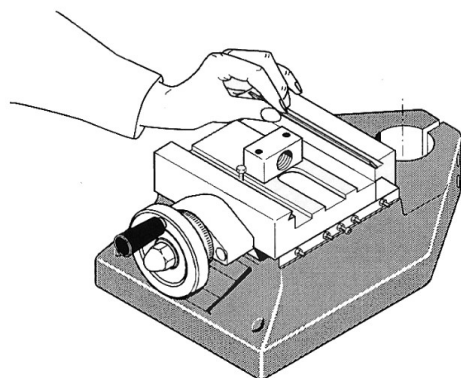

Fig. 10
2. Gleitleisten (Fig. 10) abnehmen, Gleitleisten und Führungen mit einem weichen Lappen reinigen
2. Take the sliding plates (Fig. 10) out, clean sliding plates and guides with a soft cloth.
2. Retirer les barres de guidage (fig. 10). Nettoyer les barres et les glissières avec un chiffon doux.
2. Togliere i lardoni di strisciamento (fig. 10) e pulire i lardoni di strisciamento e le guide con un panno morbido.